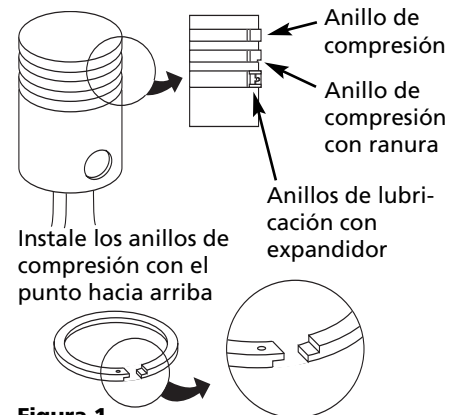

Figura 1
6. Colóquele los anillos de los pistones nuevos tal como se muestra en la Figura 1. **NOTA:** Los extremos de los expandidores de anillos se deben unir, **NO** los monte uno sobre otro.